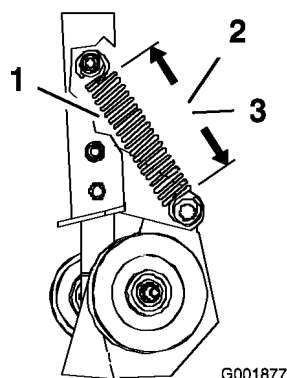
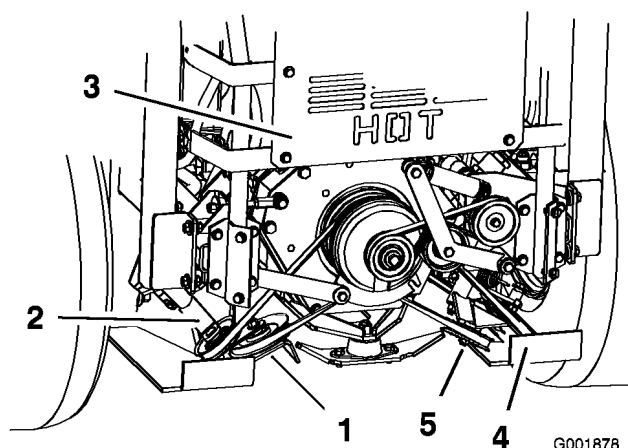

Figura 63
Figura 64
3. Misurate la lunghezza della molla. Verificate che la misura delle spire della molla, sulla puleggia tendicinghia a molla, corrisponda ai seguenti valori (Figura 63 e Figura 64).
- Misura della molla sinistra: $14,6 \pm 0,3$ cm (Figura 63).
- Misura della molla destra: $14,0 \pm 0,3$ cm (Figura 63).
4. Se la misura della molla non è esatta, allentate il dado di fissaggio della puleggia tendicinghia regolabile in modo da spostarla in su o in giù nell'intaglio (Figura 64).
5. Scaricate la pressione della puleggia tendicinghia a molla (Figura 64).
6. Abbassate la puleggia regolabile nell'intaglio e serrate il dado (Figura 64).
7. Accertatevi che la misura delle spire della molla sulla puleggia tendicinghia a molla sia esatta (Figura 63).